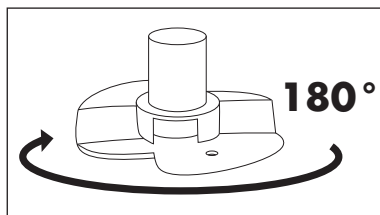
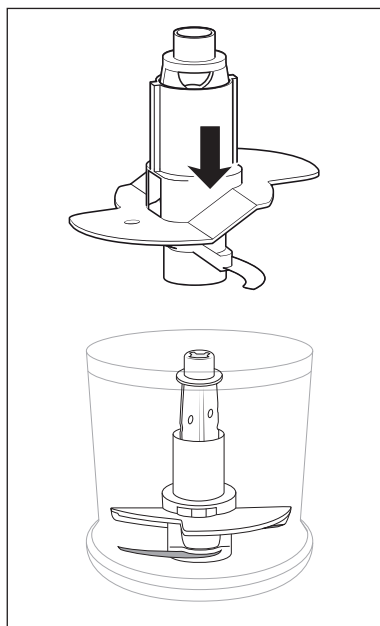

Fig. 2
Fig. 3
- Pentru 200 ml de frișcă rotiți paletetele **10** orizontal la 180° (fig. 2), astfel încât acestea să nu se mai sprijine decât pe un cuțit **7** și să se fixeze (fig. 3). Astfel, acestea se vor ridica prin frișcă: